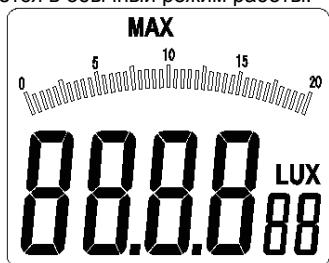

Рисунок 3-1-3
- Коротко нажмите кнопку «MAX/MIN», и в верхней части дисплея появится индикатор «MAX» (см. рисунок 3-1-3), и прибор переключится в режим измерения максимального значения.